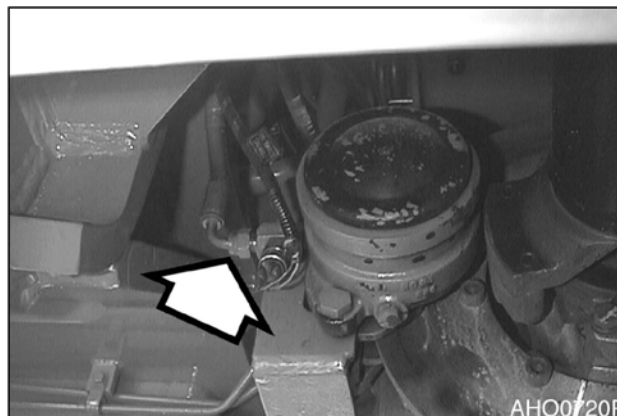

Рис. 101
1. Присоединить манометр к отверстию стояночного тормоза (рис.101).